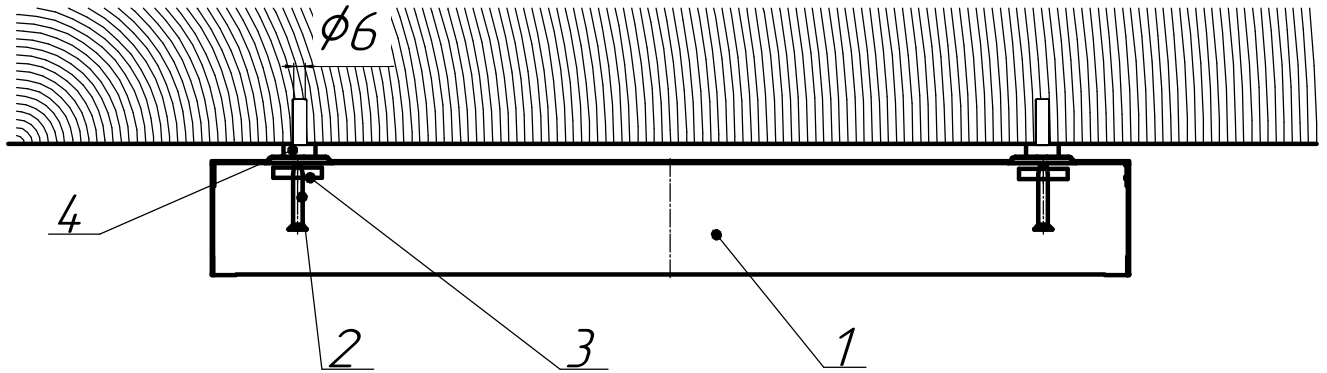

Рисунок 2 - Схема установки светильников
5.4 Закрепите светильник на опорной поверхности (рисунок 2), предварительно разметив точки крепления к опорной поверхности. Диаметр крепежных отверстий 6 мм.